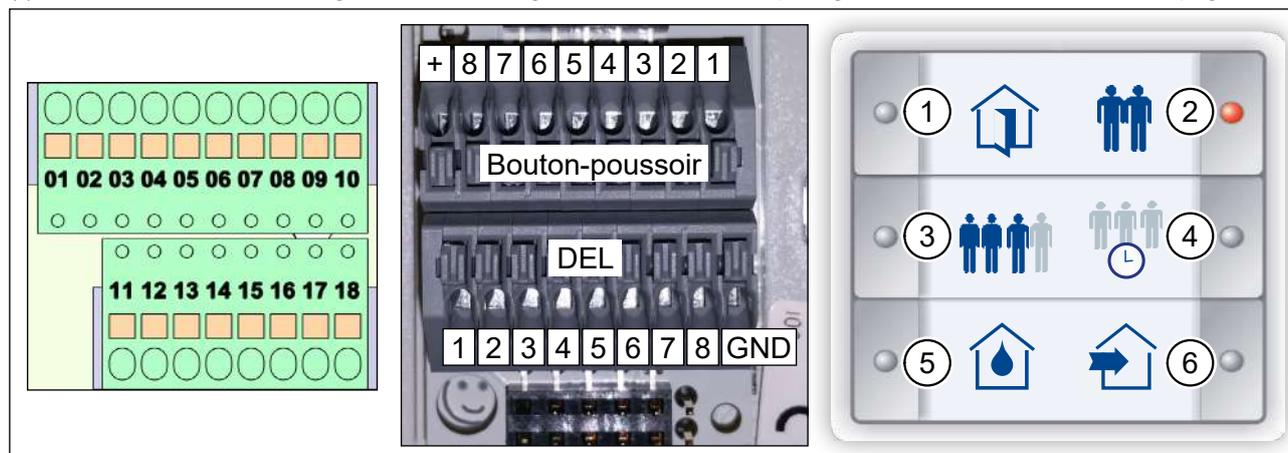

Fig. 31 : Borniers sur l'appareil d'aération, borniers du capteur à touche InControl, étiquette
- Après le câblage, posez l'étiquette (Fig. 31) dans le capteur à touche InControl.